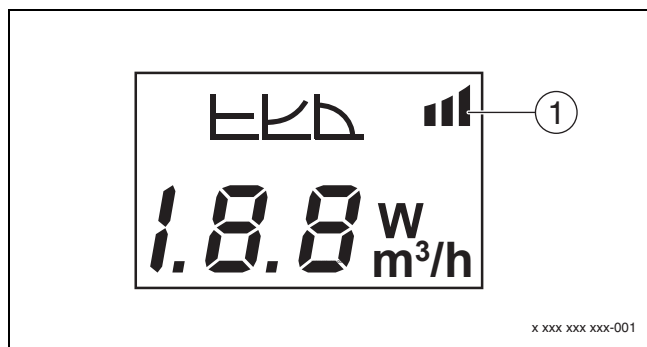

Fig. 8 Display
2. Per regolare il tipo di funzionamento desiderato, tenere premuto per almeno 0,5 secondi il pulsante, finché non lampeggia il simbolo per la disposizione esterna (→ fig. 8 [1]).